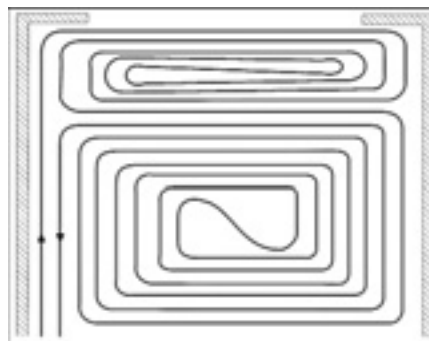

Рис. 139.
- в форме спирали с граничной зоной за счет того же самого греющего контура (рис. 139)